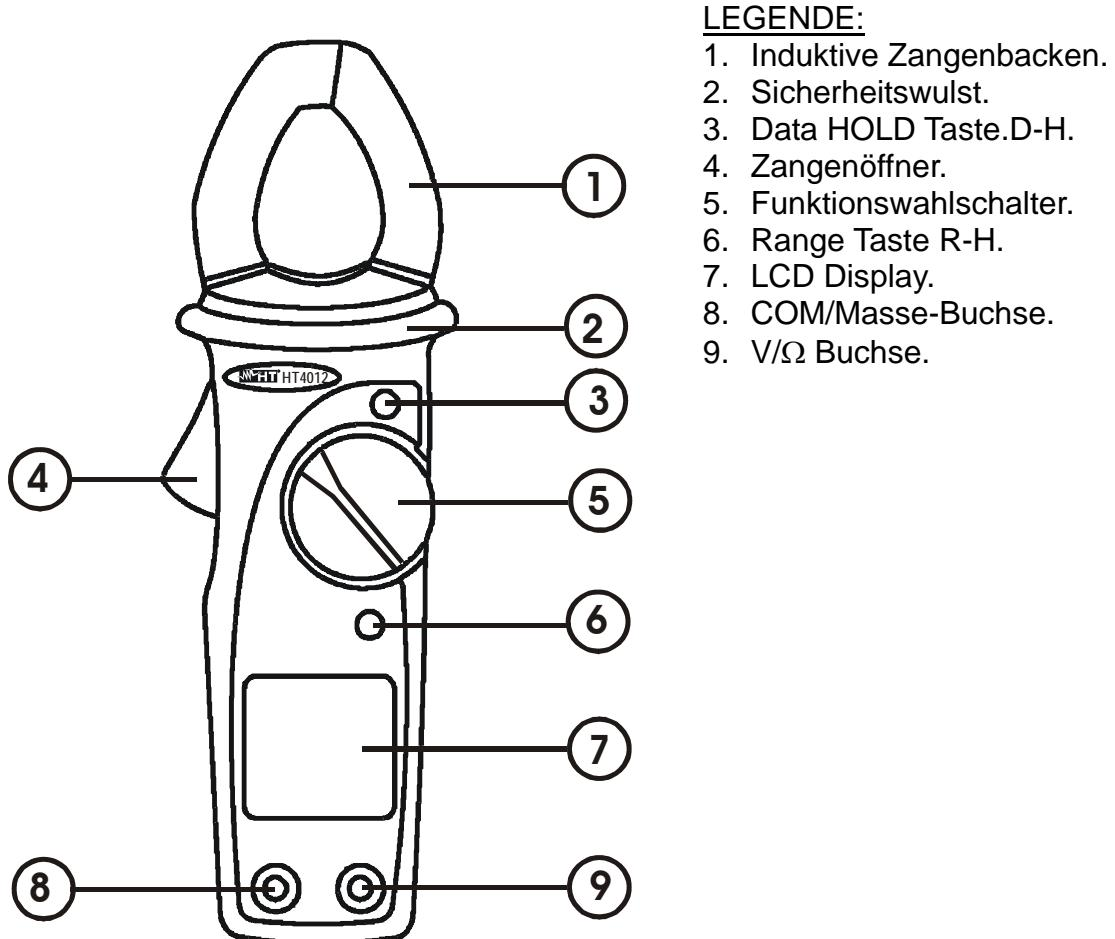

Abb. 1: Instrumentenbeschreibung
- Achten Sie darauf, Ihre Hände nicht über den Sicherheitswulst zu führen (s. Abb. 1 Pos.2), während Sie Spannungs- oder Strommessungen durchführen.